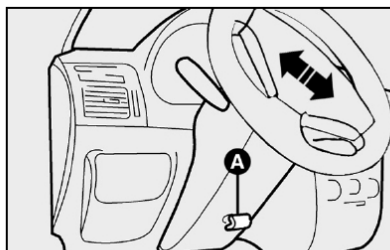

fig. 10
VOLANTE fig. 10 e 11
- 1) deslocar a alavanca **A** para a posição 2-fig. 10;